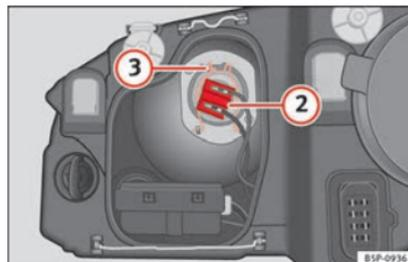

Fig. 179 Anabbagliante.
- Estrarre il connettore »» fig. 179 ② della lampada.
- Sganciare la molla di ritegno »» fig. 179 ③ premendo verso l'interno e a destra.